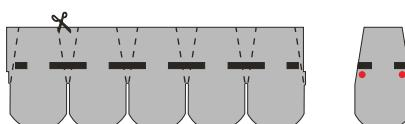

Fig. 7 - Tăierea coamelor
- Materialul de coamă se obține prin tăierea plăcilor de General Shingle în 3 bucăți egale, conform Fig. 7;